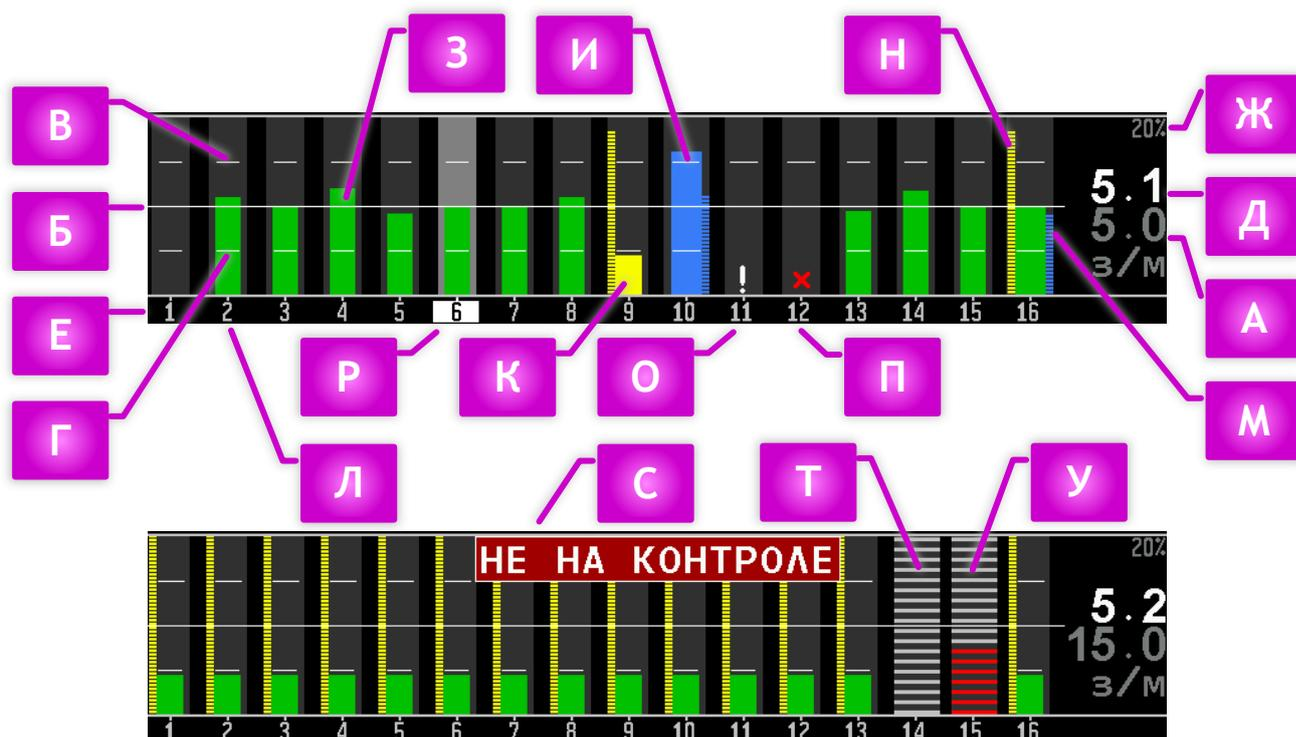

Рисунок 5 **ДИАГРАММА КОНТРОЛЯ ВЫСЕВА В РЕЖИМЕ КОНТРОЛЯ «Точный»**
Для режима контроля «Точный» диаграмма состоит из следующих элементов (см. «Рисунок 5»):
[Ж] Показывает заданное значение параметра «Масштаб Пид, %» (масштаб пропусков и двойников) из меню настроек «Параметры диаграммы» (см. пункт 4.10.2.3). Высота столбиков пропусков (см. «Рисунок 5» [Н]) и двойников (см. «Рисунок 5» [М]) пропорциональна их текущему уровню в заданном масштабе.
- Зеленым цветом (см. «Рисунок 5» [З]), если поток семян в пределах допустимого отклонения от заданной нормы (нормальное состояние).
- Синим цветом (см. «Рисунок 5» [И]), если поток семян больше максимального допустимого отклонения от заданной нормы (аварийное состояние).
- Желтым цветом (см. «Рисунок 5» [К]), если поток семян меньше минимального допустимого отклонения от заданной нормы (аварийное состояние).
[М] Синий пунктирный столбик диаграммы показывает уровень двойников по данному сошнику (на рисунке - по шестнадцатому). Высота столбика пропорциональна текущему уровню двойников в заданном масштабе (см. «Рисунок 5» [Ж]).
[Н] Желтый пунктирный столбик диаграммы показывает уровень пропусков по данному сошнику (на рисунке - по шестнадцатому). Высота столбика пропорциональна текущему уровню пропусков в заданном масштабе (см. «Рисунок 5» [Ж]).
- Отсутствует контроль двойников и пропусков. Также отсутствует связанное с ними отображение параметра «Масштаб Пид, %» (см. «Рисунок 5» [Ж]).